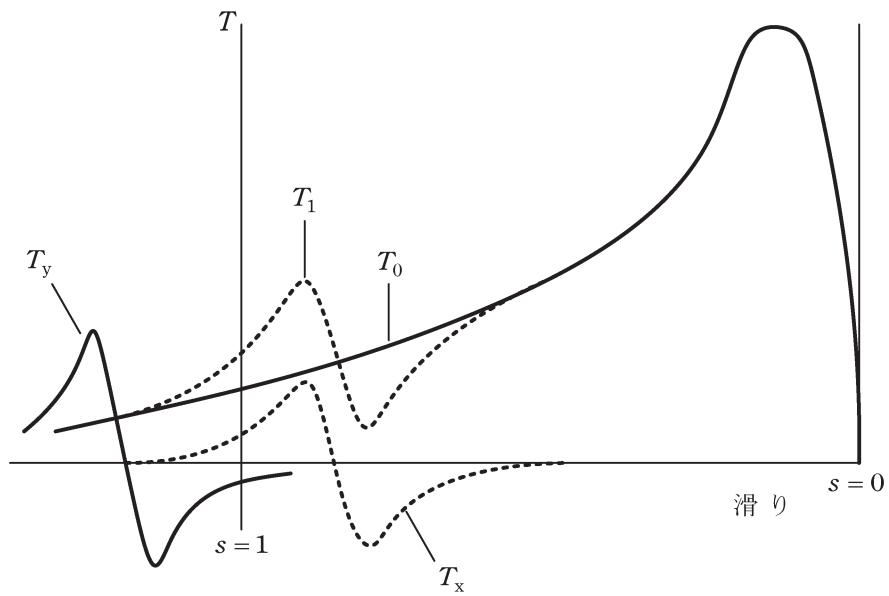

図 1
固定子起磁力の第 [ (5) ] 調波は基本波と反対方向に回転するので、その発生トルクは、図1に示す  $T_y$  になる。この場合、発生トルクが正になるのは [ (6) ] なので、[ (1) ] 現象の原因とはならない。